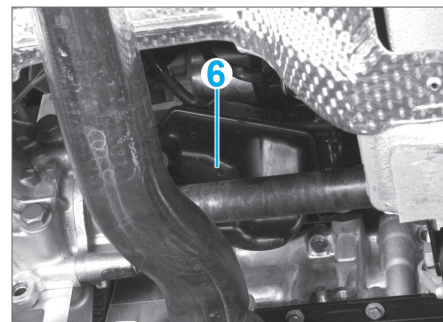

Fig. 4
- le prolongateur (4) de berceau avant (voir opération concernée lors de la dépose du berceau chapitre "Suspensions - Trains - Géométrie"),
- le support anticouple (5) du berceau moteur,
- la réserve de dépression (6) située au dessus de la transmission droite (Fig.4),